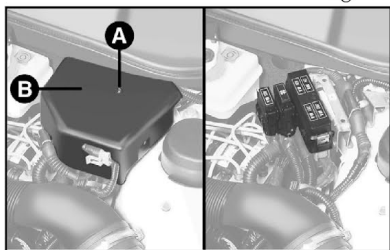
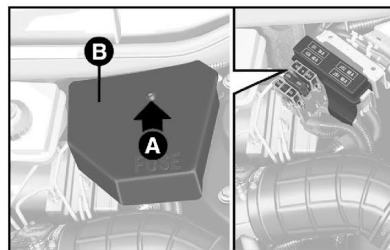

fig. 52
fig. 53
- Retirar o parafuso **A-fig. 52** ou **A-fig. 53** e remover a tampa de proteção **B**.
Fusíveis no vão do motor - fig. 53 ou 56.